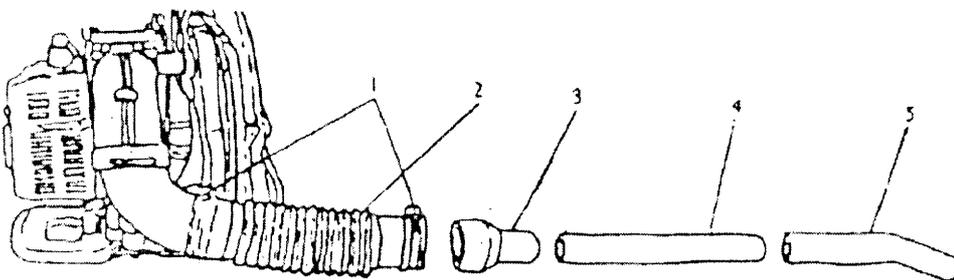

Рис. 5
(1) Отсоедините бак для химикатов, снимите впускную резиновую трубку, выпускную резиновую трубку, сетчатый фильтр на стороне всасывания, пластину для опрыскивания, прижимную крышку и патрубок, установите нижнюю крышку бака для химикатов, а затем подсоедините к ней трубку для распыления, как это показано на рис. 5 и 6.